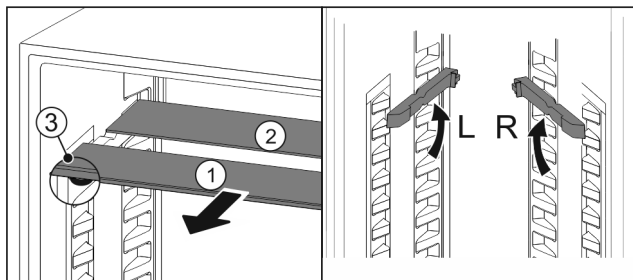

Fig. 121
- Vytiahnite sklené dosky jednotlivo dopredu Fig. 121 (1).
- ▷ Sklená doska Fig. 121 (1) s ozdobnou lištou leží vpred.
- ▷ Zarážky Fig. 121 (3) ukazujú nadol.